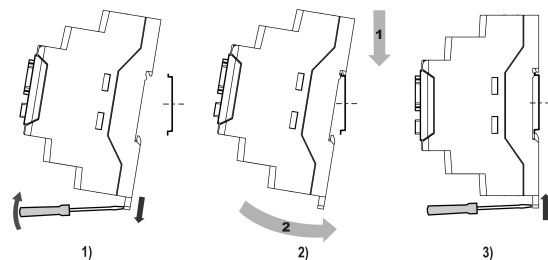

Рисунок 5.2 – Монтаж прибора
2. Вставив отвертку в проушину, оттянуть защелку (см. рисунок 5.2, 1). Установить прибор на DIN-рейку.
3. Прибор прижать к DIN-рейке (см. рисунок 5.2, 2, стрелки 1 и 2). Отверткой вернуть защелку в исходное положение.